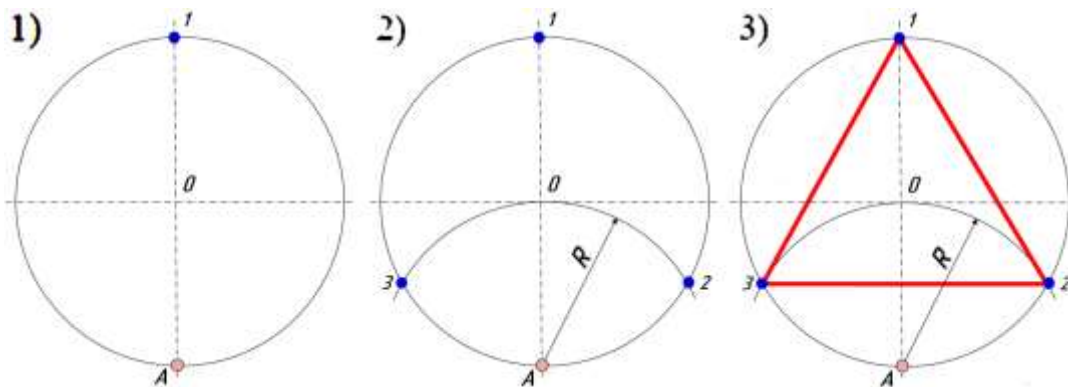

Рис.2.
- 1) Для нахождения точек, делящих окружность радиуса R на 3 равные части, достаточно из любой точки окружности, например точки $A(1)$, провести дугу радиусом R . (т.2,3) (рисунок 2).